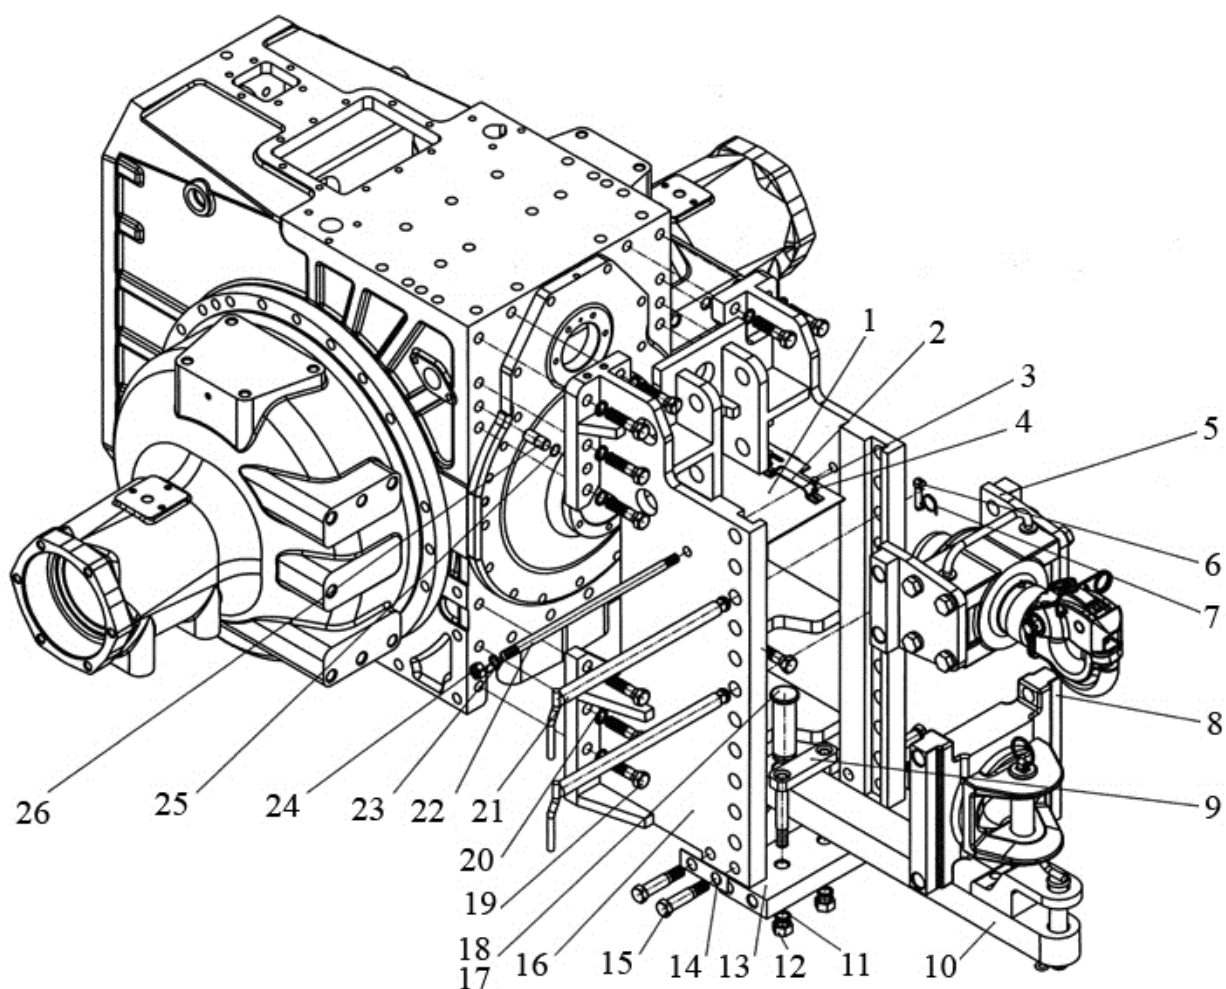

Рис.9.1 Тягово-сцепное устройство.
- 1) расшплинтуйте палец (17), (рисунок 9.1), и вытяните его из кронштейна (16);
- 2) отверните гайки (12), (рисунок 9.1) и снимите с поперечины (13) скобу (9);
- 3) вытяните из кронштейна (16), (рисунок 9.1), тягу (10);
- 4) скрутите кольцо (7), (рисунок 9.1), с чеки (6);
- 5) вытяните чеку (6), (рисунок 9.1), из пальца (21), и палец (21) из кронштейна (16);
- 6) поочередно достаньте из направляющих кронштейна (16), (рисунок 9.1), крюк с амортизатором и вилку (8);
- 7) выверните болты (15), (рисунок 9.1), из поперечины (13);
- 8) вытяните болты (15), (рисунок 9.1), из кронштейна (16) и отсоедините поперечину (13) от кронштейна (16);
- 9) снимите щиток (1), (рисунок 9.1), отвернув болты (3) и отсоединив от щитка скобу (2);
- 10) отверните гайку (24), (рисунок 9.1), и вытяните из кронштейна (16) стяжку (22);
- 11) отсоедините кронштейн ТСУ (16), (рисунок 9.1), от привалочной плоскости заднего моста, отвернув болты (19).